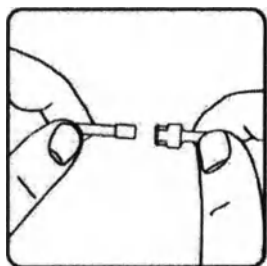

Рис.34.
2. Соедините разъемы компонента введения и удлинителя катетера (Рис.34).